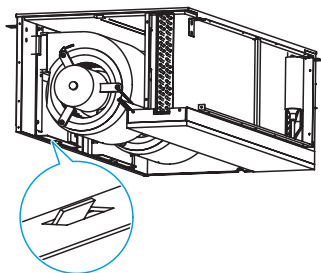

Рис. 9
- 3) Как только отверстие на узле вентилятора окажется выше штифта на передней панели, переместите узел так, чтобы штифт прошел через отверстие (рис. 9).